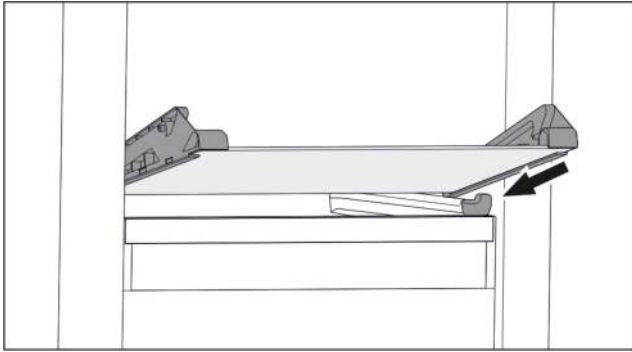

Fig. 50 Glasplatte des abklippbaren Schubfachs
- ▶ Glasplatte schräg hinter den Stopperrn aufsetzen. (siehe Fig. 50)